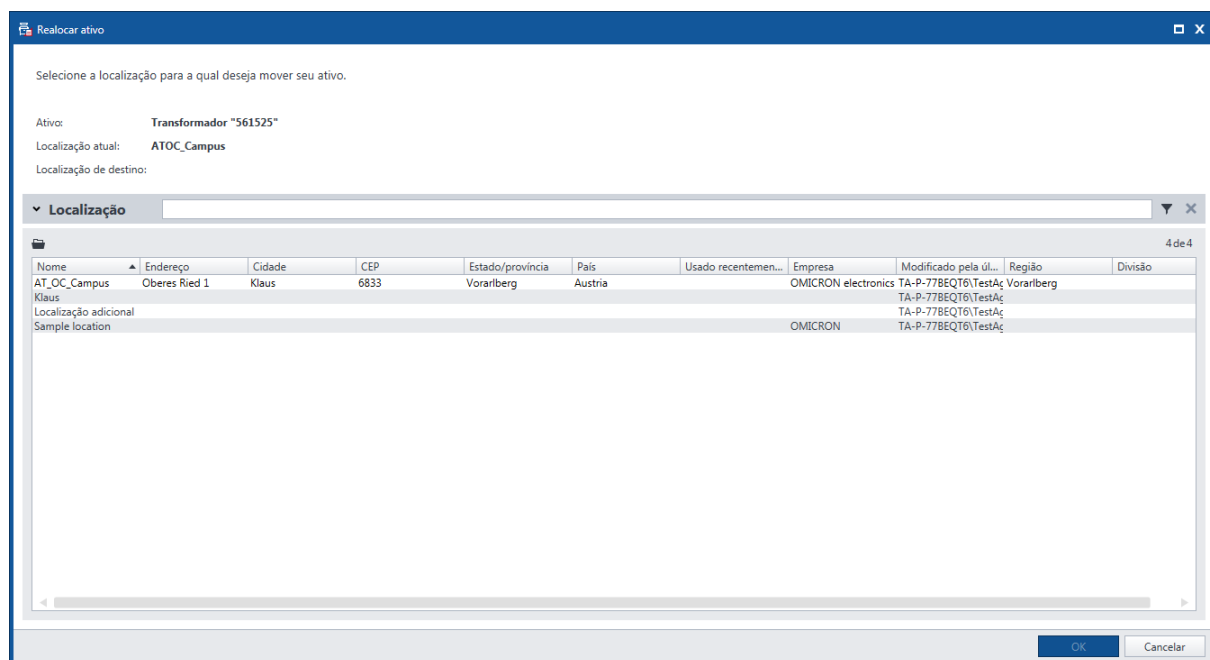

Figura 12-3: Caixa de diálogo Realocar ativo
Como a exibição gráfica pode conter curvas com unidades diferentes, por exemplo, Volts, Ampères ou Ohms, a escala no eixo Y não tem nenhuma unidade, mas sim números sem unidades denominados divisão (div). Na guia **Configurações**, é possível configurar quantos Ampères, por exemplo, são mostrados na exibição gráfica por divisão. Por exemplo, o canal B-2 (A) na Figura 12-1: "Exemplo da exibição gráfica dos dados de medição" tem seu pico mais alto na sétima divisão. Como o deslocamento no eixo Y é 1 divisão e a magnitude é 1 A/div (consulte a Figura 12-3: "Guia Área de trabalho Cursores e configurações"), a corrente de pico da bobina de fechamento é de aproximadamente $(7 - 1) \times 1 = 6$ A.